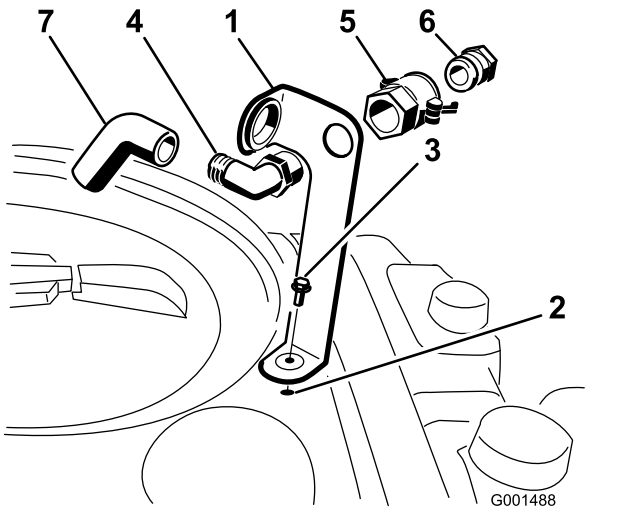

Bild 3
1. Setzen Sie die Füllanschlusshalterung auf das Gewindeloch im Behälter und befestigen Sie sie mit einem Bundbolzen (5/16" x 3/4") (Bild 3).
Sie die Schnellkupplung auf. Befestigen Sie sie an der Halterung (Bild 3).
3. Montieren Sie den Schlauchadapter auf die Schnellkupplung (Bild 3).
4. Drehen Sie die Hebel zum Adapter, um ihn zu arretieren. Befestigen Sie ihn dann mit den Splinten (Bild 3).
5. Stecken Sie den Rücklaufschlauch durch die große Öffnung in der Halterung und auf das Krümmende des 90-Grad-Winkelanschlusses (Bild 3).